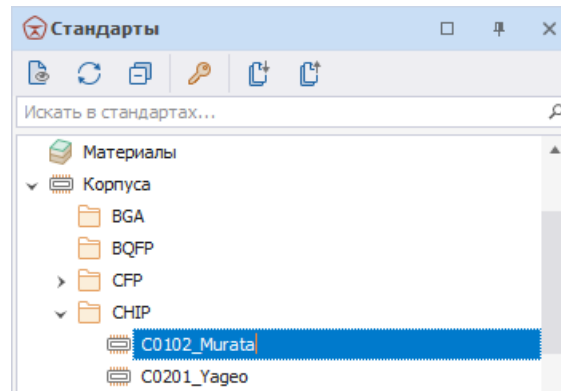

Рис. 86 Переименование корпуса
2. Введите новое имя и нажмите клавишу «Ввод» (Enter), см. Рис. 86.